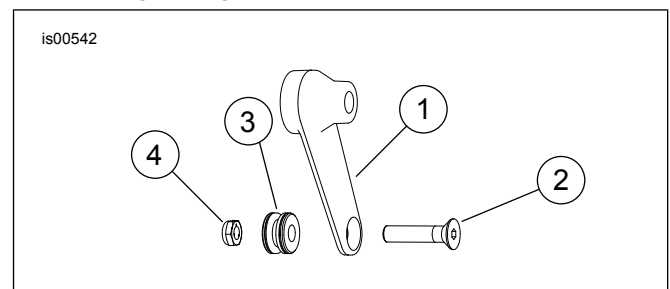

Abbildung 2. Stabilisierungsarm zusammenbauen
2. Siehe Abbildung 2. An jeder Stoßdämpferdistanzscheibe (1) wie dargestellt eine 3/8 x 1-1/4 Flachkopfschraube (2), einen Quick-Koppler (3) und eine Sicherungsmutter (4) anbringen. Auf ein Drehmoment von 28–37 N·m (21–27 ft-lbs) anziehen.